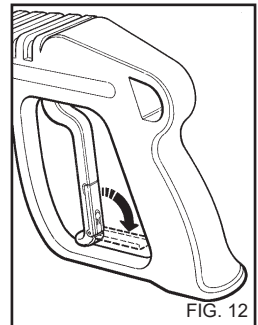

FIG. 12
- Quando a hidrolimpadora não está sendo utilizada, deve-se fechar o dispositivo de segurança do punho (fig. 12).